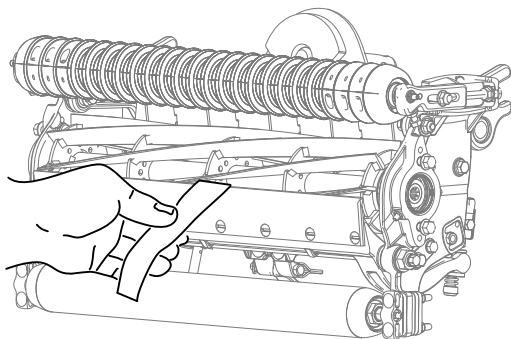

Figura 7
2. Pruebe el rendimiento de corte insertando una tira larga de papel de prueba del rendimiento de corte (Pieza N° 125-5610) entre el molinete y la contracuchilla, perpendicular a la contracuchilla (Figura 7). Gire el molinete lentamente hacia adelante; debe cortar el papel.